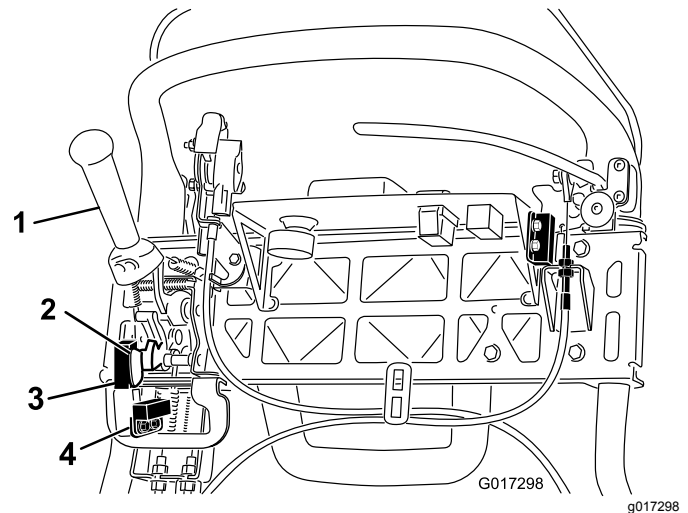

Рисунок 42
4. Ослабьте крепежные детали блокировочного выключателя (Рисунок 42).
5. Поместите регулировочную прокладку толщиной 1,6 мм между рычагом тяги и блокировочным выключателем (Рисунок 42).
4. Ослабьте детали крепления датчика скашивания (Рисунок 42).
5. Вставьте регулировочную прокладку толщиной 1,6 мм между флажком датчика скашивания и датчиком (Рисунок 42).